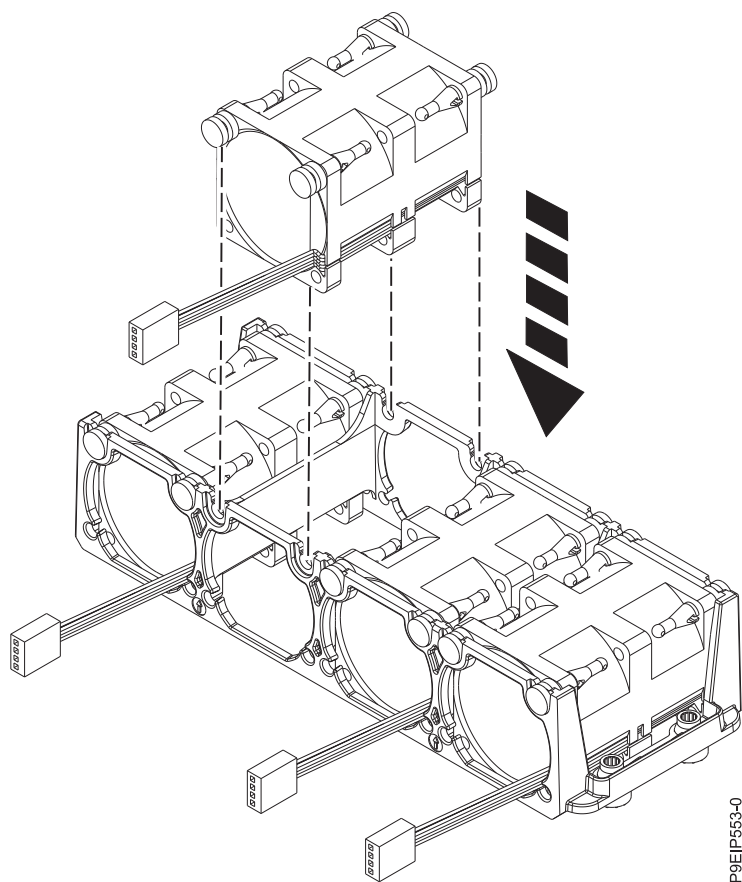

Figura 16. Recolocando um Ventilador
2. Com o suporte do ventilador levantado, empurre o ventilador no compartimento conforme mostrado na Figura 16 na página 21. Alinhe os suportes no ventilador com os slots no suporte do ventilador.